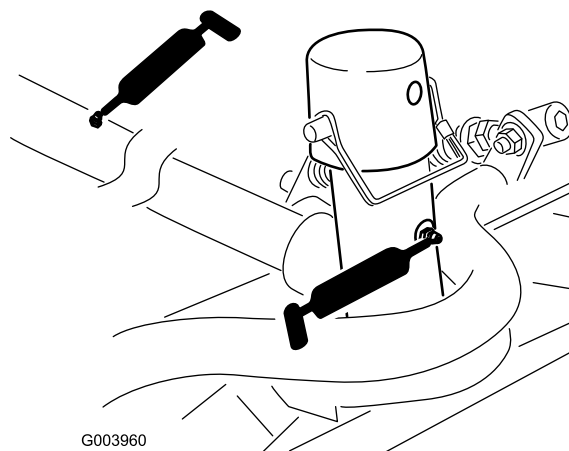

Рисунок 46
- Несущая рама и ось поворота режущего блока (по 2 шт.) (Рисунок 46)